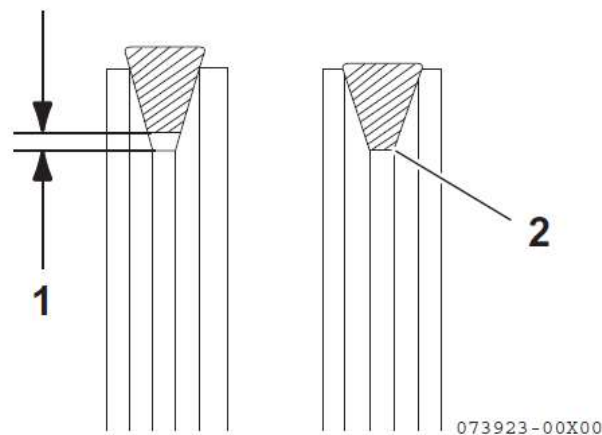

Рисунок 43
4. Снимите одну из крышек маслосливной горловины (рисунок 43, (1)), чтобы проветрить картер двигателя и обеспечить свободный слив моторного масла.
- Закрепить клинообразный ремень в положении, при котором установилось требуемое натяжение ремня. Между клинообразным ремнем и дном желобка шкива должен быть зазор (рисунок 43 (1)). Если зазор (рисунок 43 (2)) между клинообразным ремнем и дном желобка шкива отсутствует, следует заменить клинообразный ремень.